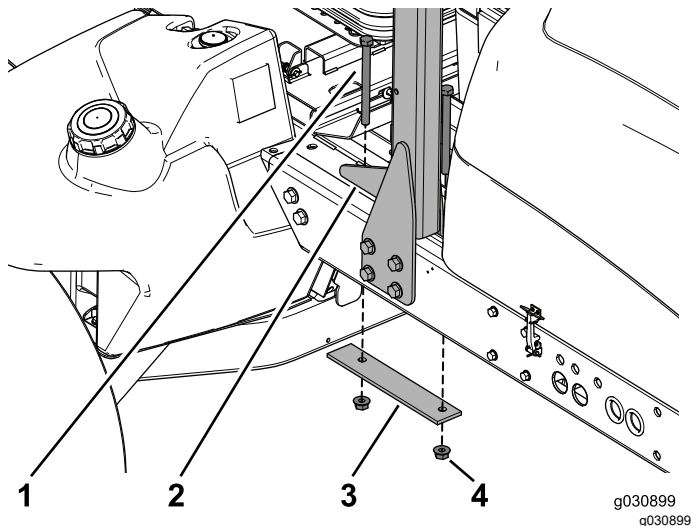

Bild 4
3. Entfernen und bewahren Sie die zwei Schrauben, die die Verstärkungsplatte und die zwei Bundmutter auf, mit denen der Überrollbügel oben am Rahmen befestigt ist (Bild 4).